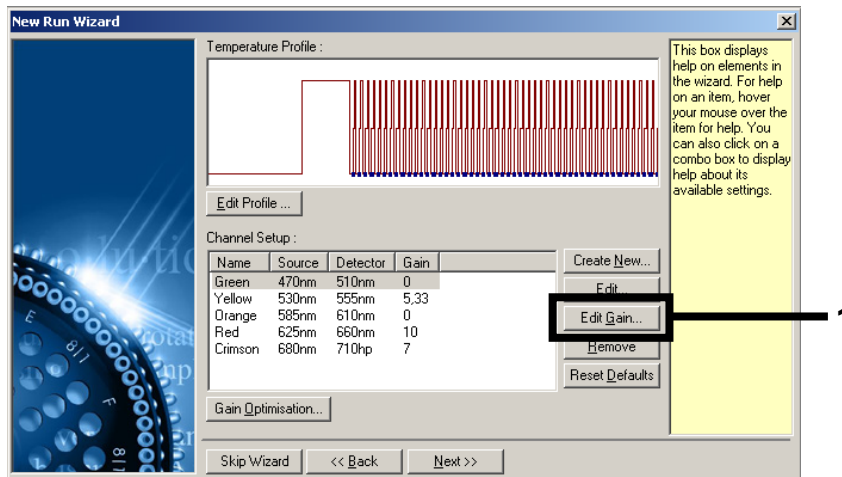

Figure 5. Modification manuelle des valeurs d'augmentation.
6. Cliquer sur **Edit Gain** (modifier l'augmentation) pour modifier manuellement les valeurs d'augmentation (figure 5).